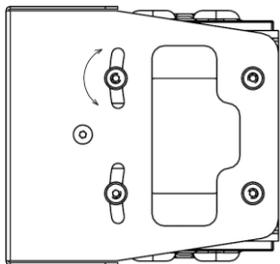

Рисунок 7. Регулировка угла наклона светодиодного модуля.
5.6. При необходимости отрегулируйте наклон светодиодного модуля, относительно освещаемой поверхности (см. рисунок 7).